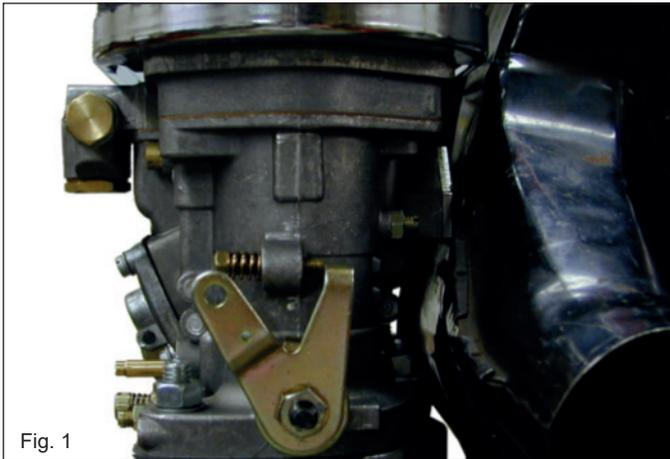

Fig. 1
- Use a slotted screwdriver to bend open the locking plate of the rear throttle valve shaft nut (in the direction of travel) on both carburetors. (Fig.1)
- Undo and remove the nut SW11 and the locking plate of the throttle valve shaft. The original throttle lever and the spacer disc (Fig. 1) are no longer required.
- Biegen Sie an beiden Vergasern das Sicherungsblech der (in Fahrtrichtung) hinteren Drosselklappenwellenmutter mit einem Schlitz-Schraubendreher auf. (Fig.1)
- Lösen und entfernen Sie die Mutter SW11 und das Sicherungsblech der Drosselklappenwelle. Der originale Drosselklappenhebel bzw. die Distanzscheibe (Fig.1) werden nicht mehr benötigt.